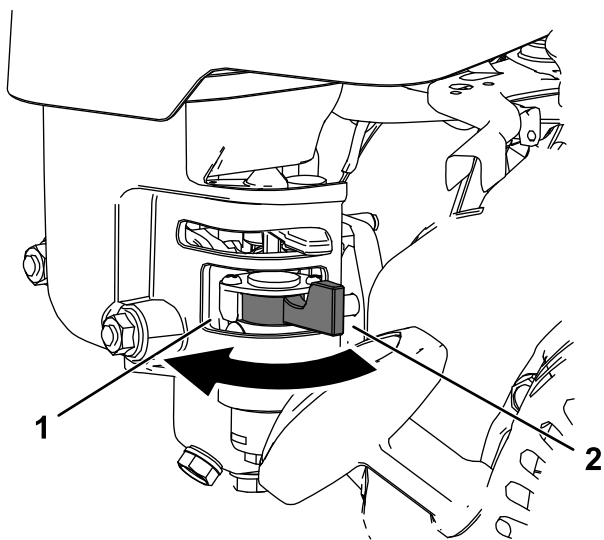

Figura 22
- Para abrir a válvula de combustível, rode a alavanca da válvula de corte de combustível na direção do manípulo do arranque manual com cordão (Figura 22).
- Para fechar a válvula de combustível, rode a alavanca da válvula de corte de combustível afastando-o do manípulo do arranque manual com cordão (Figura 22).